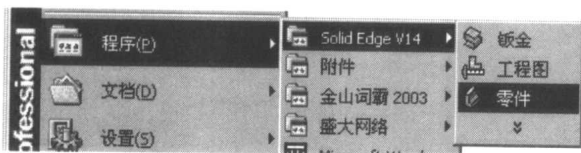

图 1-2
1. 单击“开始”|“程序”|Solid Edge V14| 零件，进入零件设计模块，如图 1-2 所示。